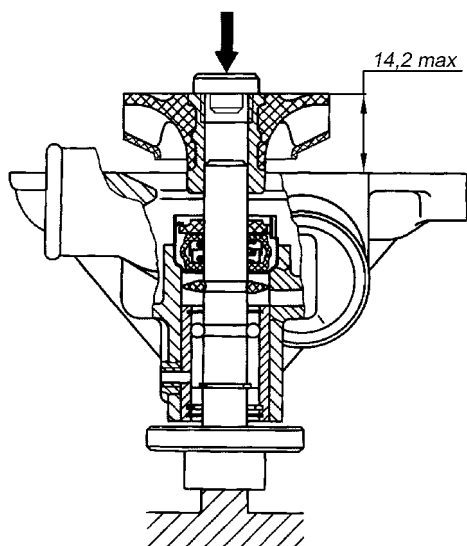

Рисунок 54 – Напрессовка крыльчатки
- напрессовать крыльчатку на валик подшипника, выдержав размер между торцом крыльчатки и торцом корпуса насоса не более 14,2 мм (Рисунок 54);